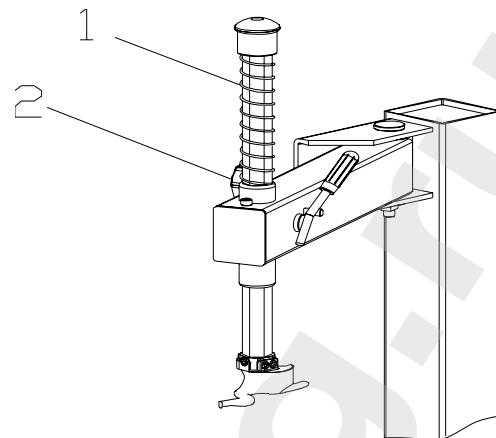

Рис. 4-10
Установите пружину (1) на вертикальный шток. Установите винт, снятый с крышки штока, и вкрутите маховицок в резьбовую втулку консоли, как показано на рис. 4-10.